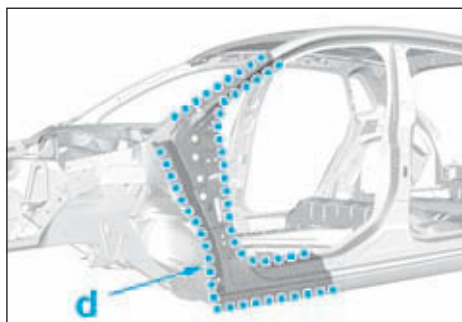

FIG.41
- (d) puis déposer le pied avant (Fig.41),